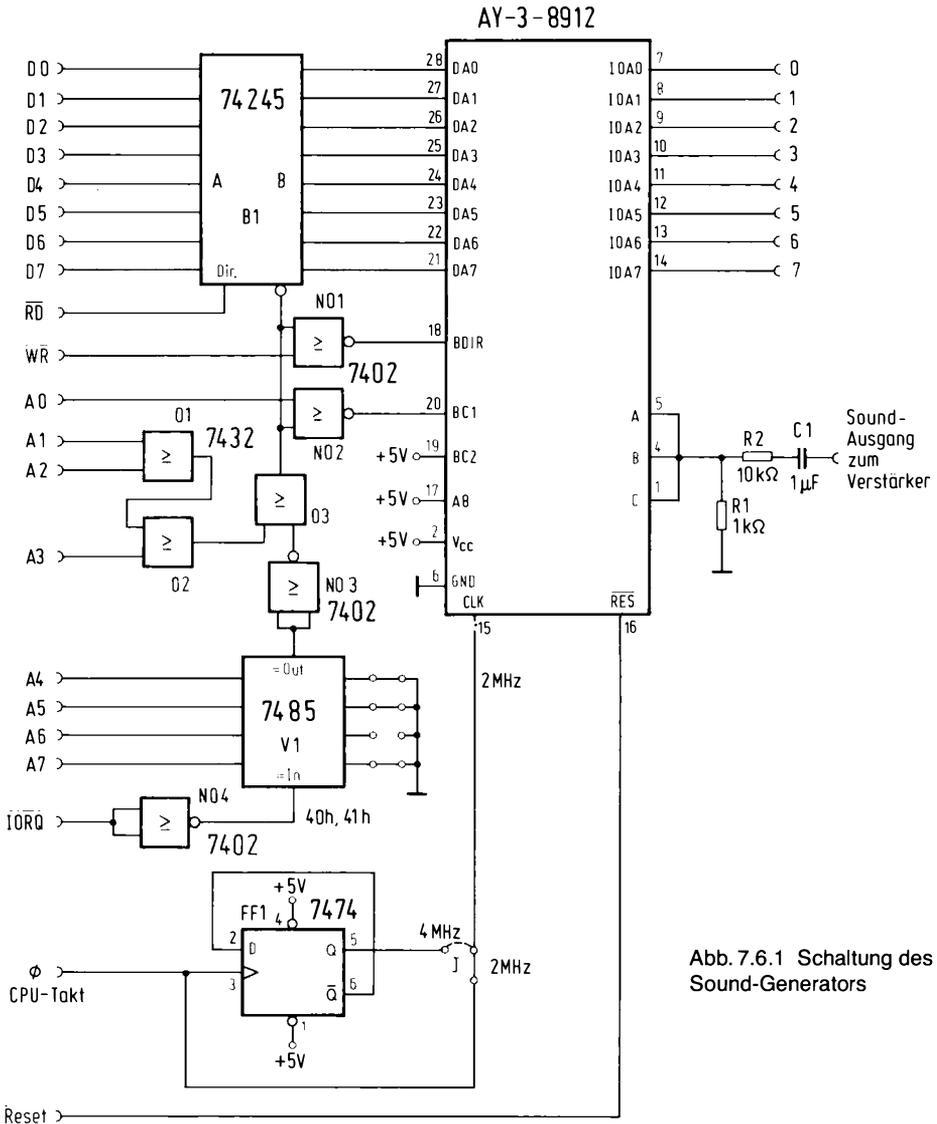

Abb. 7.6.1 Schaltung des Sound-Generators
*Abb. 7.6.1* zeigt die Schaltung der Karte. Die Dekodierung erfolgt wie üblich mit einem Vergleichler, und der Bustreiber B1 dient zur Trennung des Datenbusses. Der Baustein benötigt ein paar ungewöhnliche Signale mit der Bezeichnung BDIR, BC1, die aber im Prinzip ähnlich wirken wie R/-W und -CS. Die Signale werden mit den Gattern NO1 und NO2 erzeugt. In BC1 ist außerdem noch die Adreßinformation enthalten. Das IC wird mit zwei Adressen angesprochen. Die untere Adresse, bei uns also 40h, führt an ein internes Adreßregister. Die darin enthaltene Adresse bewirkt die Auswahl eines von 16 internen Registern. Die Daten werden über 41h an das IC ausgegeben. Daten können auch aus den internen Registern gelesen werden, dies geschieht aber über die Adresse 40h.